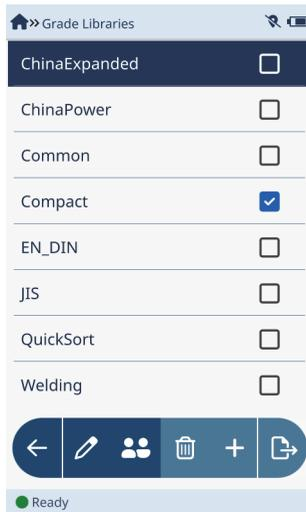
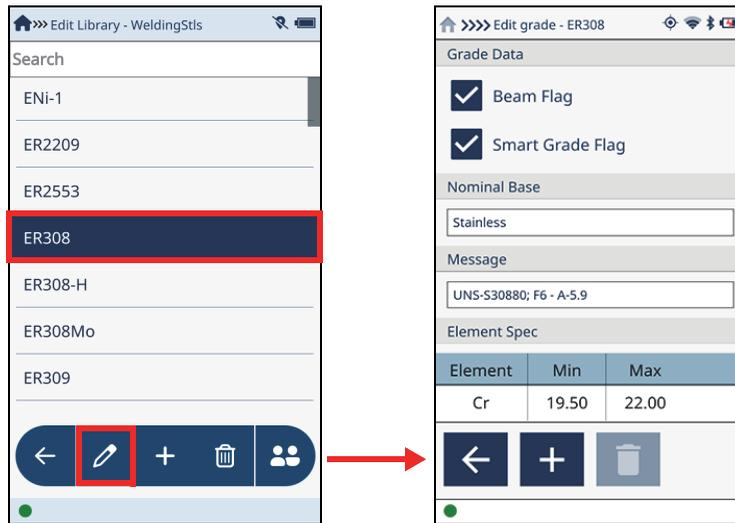

图 2-78 牌号库屏幕
图 2-79 编辑库屏幕（左图），编辑牌号屏幕（右图）
1. 点击箭头键（>），显示**Grade Libraries**（牌号库）屏幕（参见第90页的图 2-78）。
1. 在**Grade Libraries**（牌号库）屏幕中（参见第90页的图 2-78），点击**Edit**（编辑）按钮（），打开**Edit Library**（编辑库）屏幕（参见第91页的图 2-79）。
2. 点击并选中一个牌号，然后点击**Edit**（编辑）按钮（），打开**Edit Grade**（编辑牌号）屏幕（参见第91页的图 2-79）。